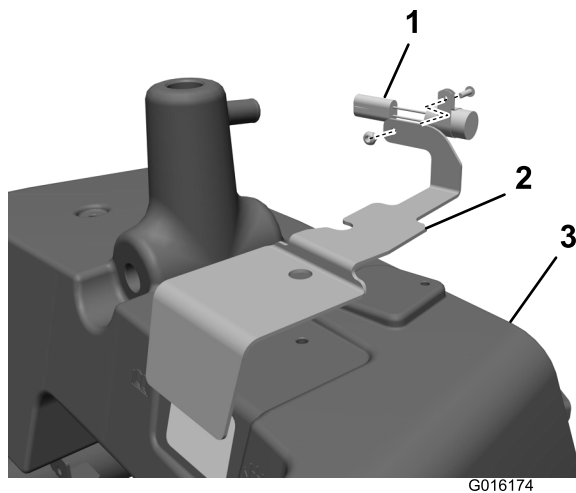

Figura 3
12. Instale o temporizador na tampa do nível de óleo (apenas modelo a diesel) (Figura 3).
13. Coloque a tampa do nível de óleo no sítio, mas não a prenda ainda ao depósito hidráulico principal (Figura 3).
19. Instale a tampa do nível do óleo e conjunto da válvula de solenóide ao depósito hidráulico principal com 2 parafusos de cabeça sextavada e o suporte do resguardo (Figura 3).